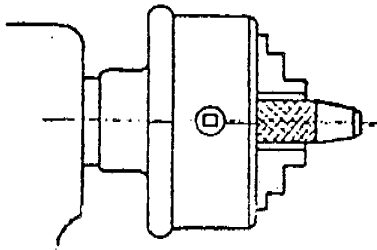
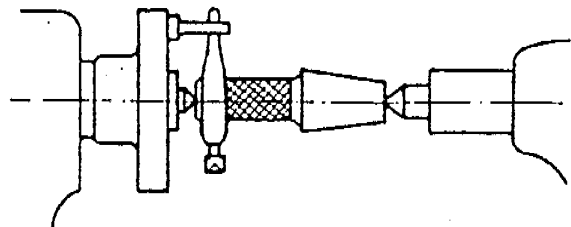

Figura 5
Figura 6
2. En el caso de piezas, éstas pueden estar montadas en el plato ( Figura 5 ), entre plato y punta o entrepuntas ( Figura 6 ).